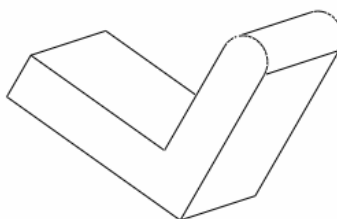

图 12-5
- (5) 单击预览按钮，生成的全圆角如图 12-5 所示。